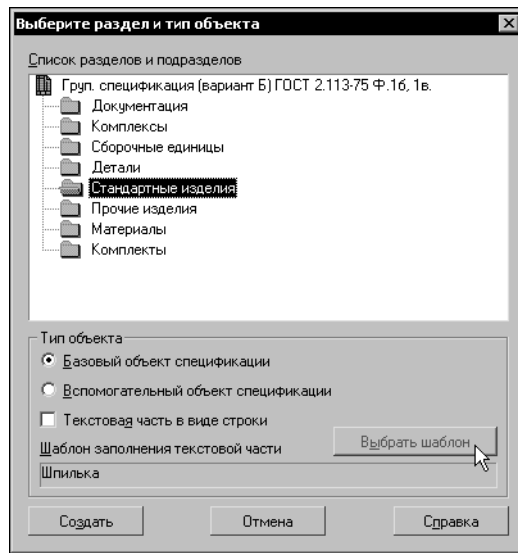

Рис. 6.9. Выбор раздела Стандартные изделия
1. При создании объекта укажите раздел для его размещения — *Стандартные изделия* (рис. 6.9).
Если же такие объекты вводятся крайне редко, можно обойтись и без специального шаблона. В этом случае при создании объекта в диалоге выбора раздела и типа объекта (рис. 6.9) включите опцию **Текстовая часть в виде строки**.